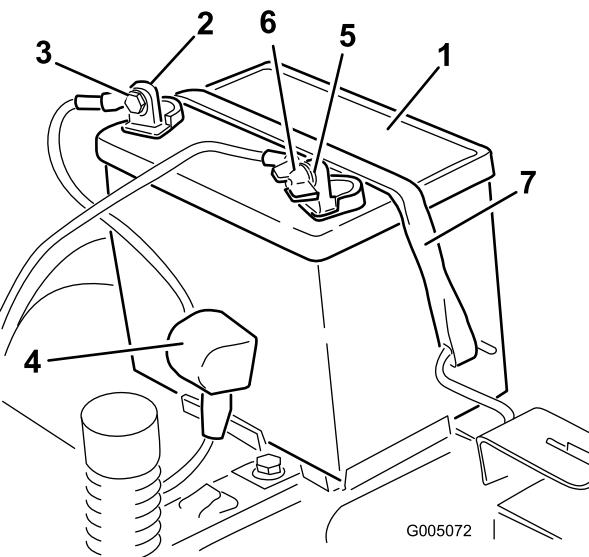

Figure 36
4. Débranchez le câble négatif (noir) de mise à la masse de la borne de la batterie (Figure 36). Mettez les fixations de côté.
de la borne de la batterie (Figure 36). Mettez les fixations de côté.
6. Enlevez la sangle de maintien de la batterie (Figure 36) et ôtez la batterie de son support.
1. Placez la batterie dans son support en tournant les bornes vers la position de fonctionnement (Figure 36).
5. Fixez la batterie en place à l'aide de la sangle de maintien (Figure 36).